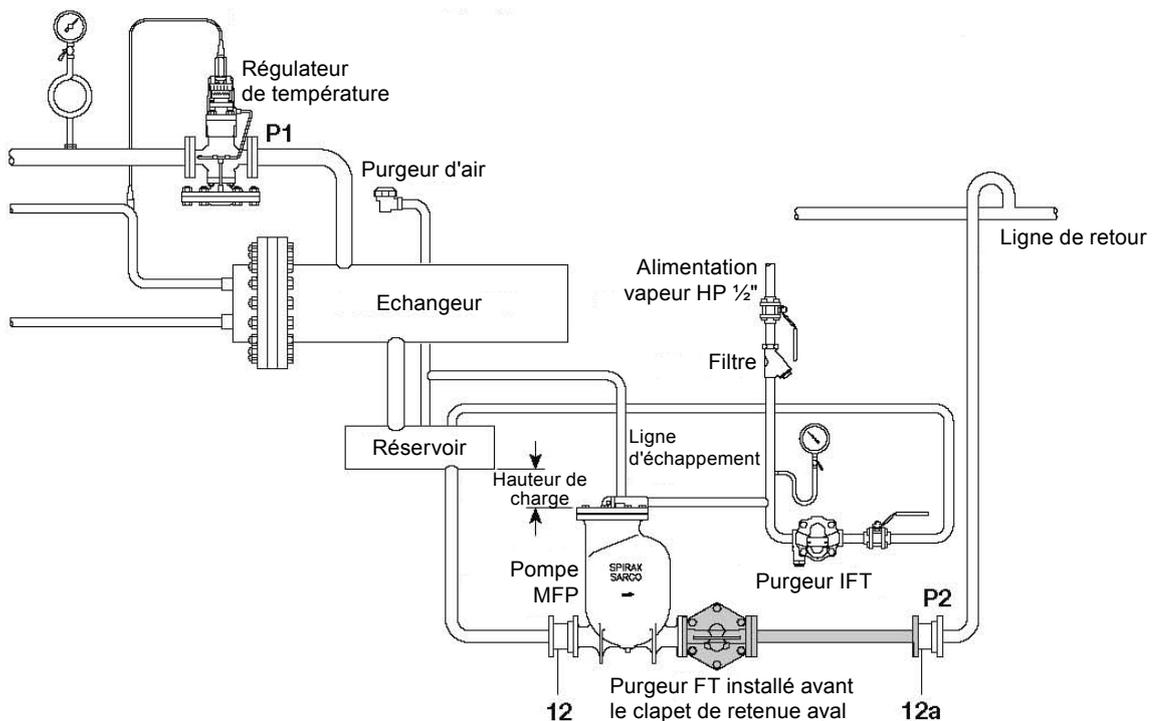

Fig. 5
6. Si la contrepression qui est derrière la pompe est inférieure à la pression de l'équipement à purger, un purgeur à flotteur bien dimensionné avec un purgeur d'air incorporé doit être installé entre la pompe et le clapet de retenue de décharge, voir Fig. 5.